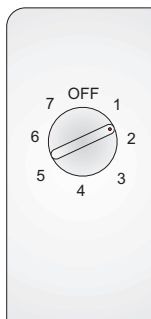

RYSUNEK 2
5. Należy zapewnić ustawienie wyrobu w poziomie, odpowiednio wkręcając 2 regulowane nóżki (rys. 2).